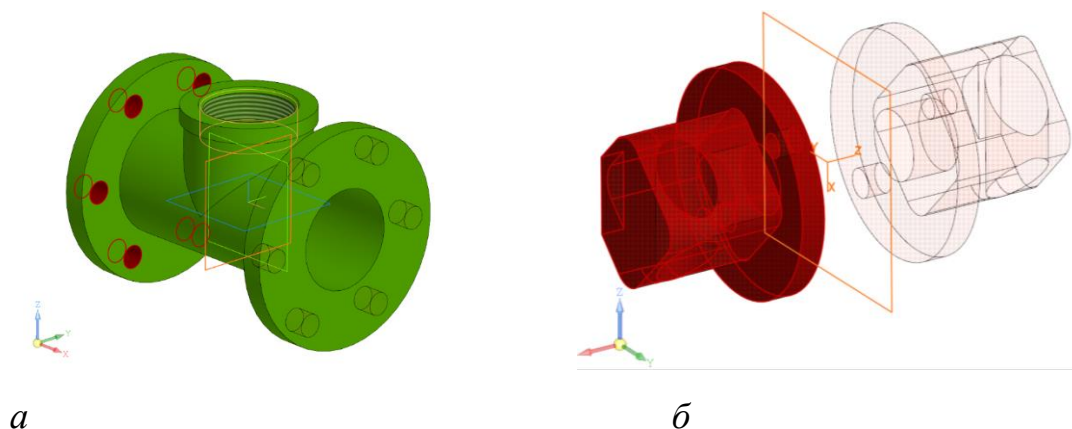

Рис. 14 Команда «Зеркальный массив»: *а* – копирование элементов тела, *б* – копирование тела
**Твердотельное моделирование – Массив, копирование – Зеркальный массив** (рис. 14). Команда служит для создания зеркального отражения выбранных элементов модели относительно плоскости или плоской грани. Исходными объектами могут быть операции, тела, поверхности, кривые, точки, вспомогательная геометрия. Для выполнения операции необходимо задать **объект отражения** и **плоскость симметрии**.
тела, симметричных друг другу относительно выбранной плоскости (см. рис. 14, б).